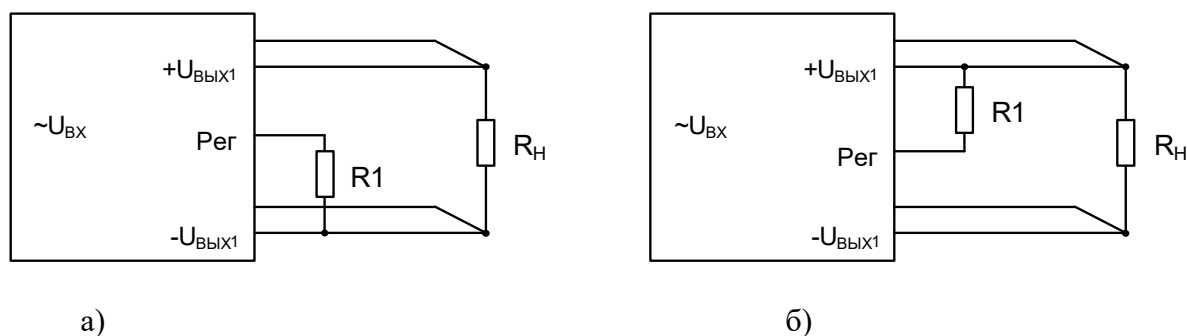

Рисунок 3 – Схема установки резистора $R1$
6.5 Подстройка выходного напряжения позволяет изменить выходное напряжение модуля в пределах $\pm 10\%$. Для повышения выходного напряжения на 10 % необходимо соединить выводы «Reg» и « $-U_{\text{вых1}}$ ». Для повышения выходного напряжения менее чем на 10 % между выводами «Reg» и « $-U_{\text{вых1}}$ » необходимо установить резистор R1 (рисунок 3), величина которого рассчитывается по формуле:
6.6 Для снижения выходного напряжения при подстройке на 10 % необходимо соединить выводы «Рег» и « $+U_{\text{ВЫХ1}}$ ». Для снижения выходного напряжения менее чем на 10 %, между выводами «Рег» и « $+U_{\text{ВЫХ1}}$ » необходимо установить резистор $R2$ (рисунок 3.б), величина которого рассчитывается по формуле: